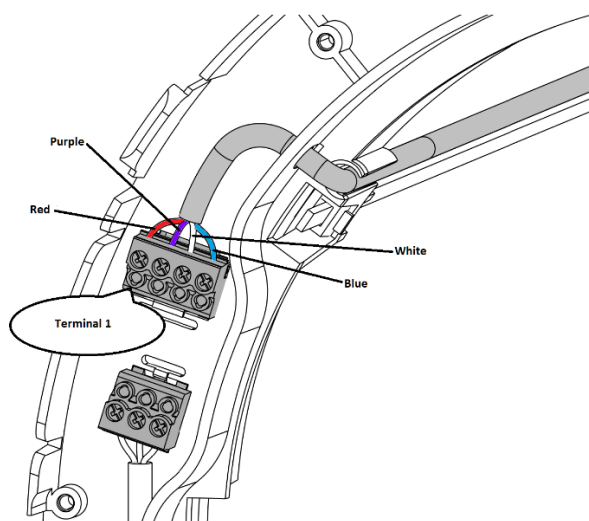

Figure 27 - Raccordement du câble de 24V à la borne 1
2. Ajustez la longueur du câble et fixez celui-ci à la borne 1, en respectant les codes de couleur indiqués à la Figure 27 ci-dessous.